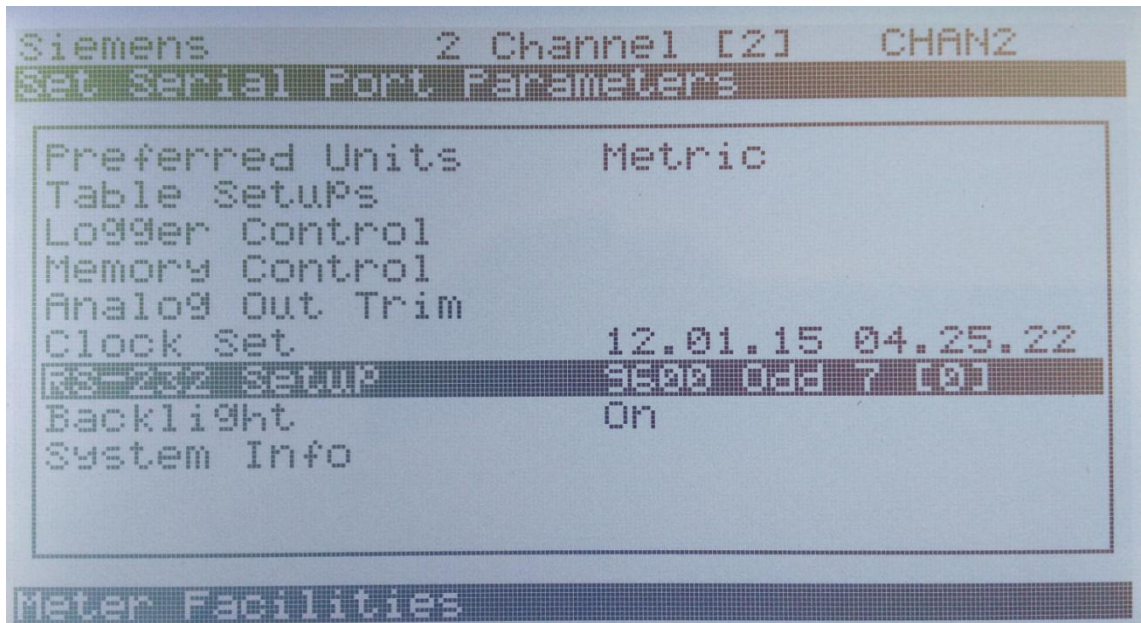
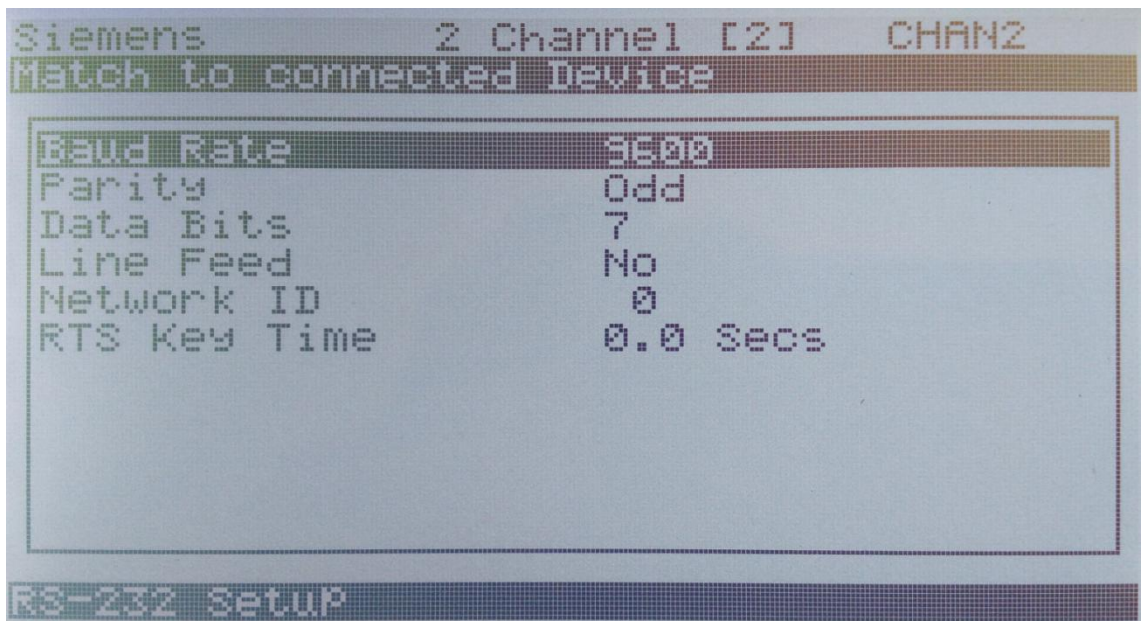

图 3-6 RS-232 Setup
图 3-7 RS-232 Setup
3、设置“Meter Facilities”=>“RS-232 Setup”，如“图 3-6”、“图 3-7”